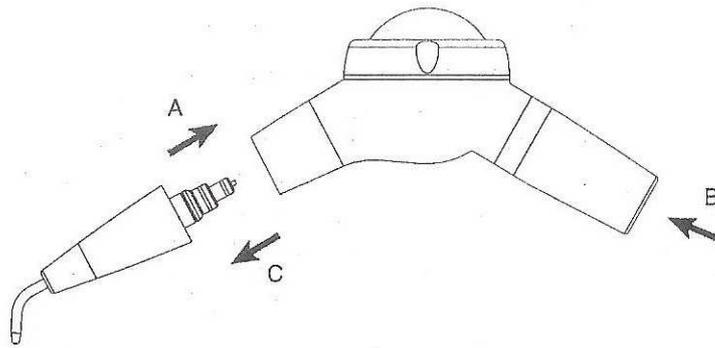

Fig. 3
- 1.- Insertar el terminal frontal del pulidor (estéril) (Fig. 3 – Ref. A) para que encaje perfectamente.
- 2.- Conectar el aeropulidor a la turbina de la unidad dental (Fig. 3 – Ref. B)
1.- Desconectar el terminal frontal del pulidor del cuerpo principal del aeropulidor (Fig. 3 – Ref. C).
4.- Conectar la terminal frontal del pulidor al aeropulidor (Fig. 3 – Ref. A).
- 1.- Desconectar la terminal frontal del pulidor del cuerpo principal del aeropulidor (Fig. 3 – Ref. C).
- 1.- Desconectar el terminal frontal del pulidor del cuerpo del aeropulidor (Fig. 3 Ref. C).